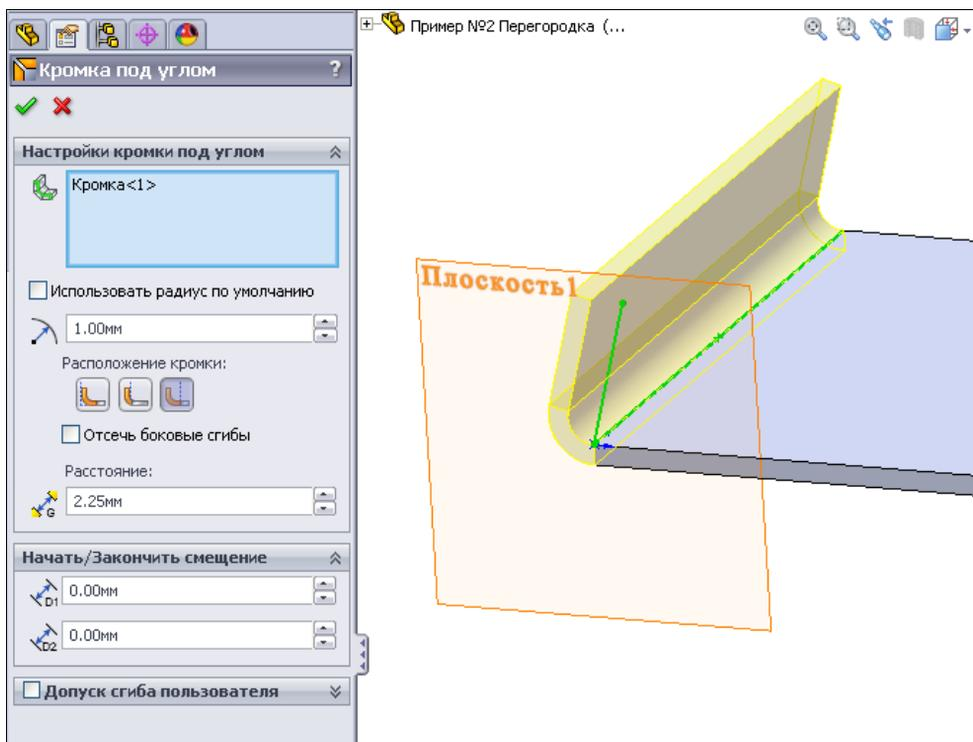

Рис. 4.36
- Закончим построение контура кромки, выйдя из эскиза. После этого автоматически откроется окно **Кромка под углом**. В этом окне необходимо заполнить разделы **Настройки кромки под углом**, **Начать/Закончить смещение** и **Допуск сгиба пользователя** (рис. 4.36).